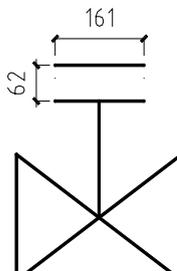

图 3-10 绘制水平直线
- 04** 绘制相互平行的两条水平直线，结果如图 3-10 所示。